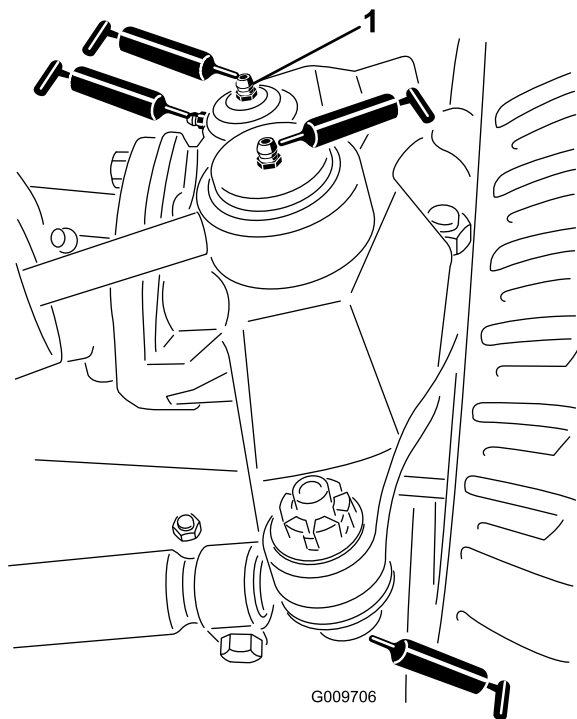

Figura 45
- Kulové klouby válce řízení (2), viz Figura 45.
- Kulové klouby spojovací tyče (2), viz Figura 45.
- Pouzdra rejdového čepu (2), viz Figura 45.